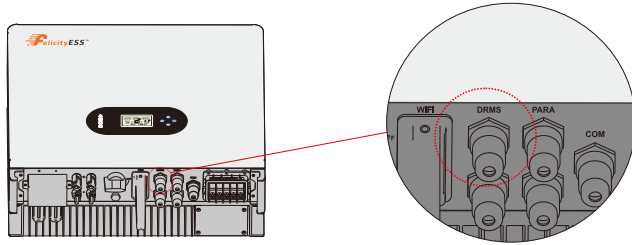

Figure 4.5-1 Interface DRMS
Étape 1. Dévissez cette plaque de l'onduleur. Voir la figure 4.5-1.